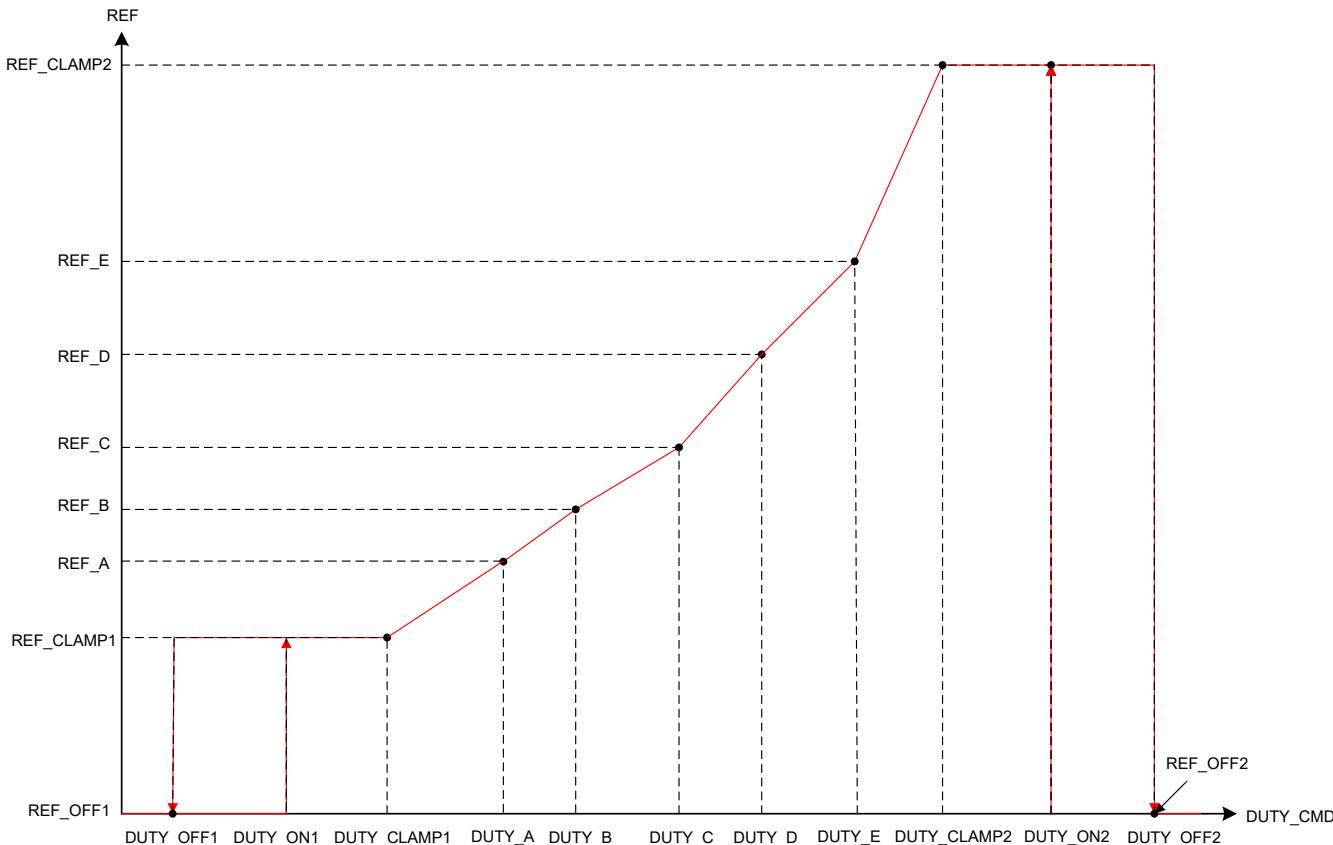

図 7-10. リニア制御プロファイル
- DUTY_OFF1 と DUTY_ON1 は、リファレンス制御入力 REF_CLAMP1 および REF_OFF1 間を遷移する際のヒステリシスを設定します (図 7-10 を参照)。
- DUTY_A は、リファレンス REF_A のデューティ・コマンドを設定します。DUTY_CLAMP1 と DUTY_A の間で、リファレンスは REF_CLAMP1 から REF_A まで直線的に変化します DUTY_A から DUTY_E は、図 7-10 と同じ順序である必要があります。
- DUTY_OFF2 と DUTY_ON2 は、リファレンス制御入力 REF_CLAMP2 および REF_OFF2 間を遷移する際のヒステリシスを設定します (図 7-10 を参照)。